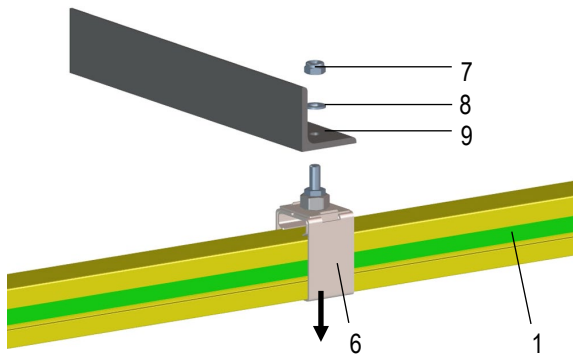

Abb. 55: ProfiDAT®-Profil demontieren
- Einen Schienenverbinder PE (10) auf das Aluprofil aufschieben und an der Markierung ausrichten.
- Den Schienenverbinder PE (10) mit den Gewindestiften (3) M6 (8 Nm) fixieren.
- Die vier seitlichen Flanschschrauben (2) M6 (10 Nm) am Verbinder anziehen.
- Die Schienenhalter (6) wieder auf das ProfiDAT®-Profil (1) aufschieben.
- Das ProfiDAT®-Profil (1) mit den Schienenhaltern (6) von unten in die Haltekonstruktion (9) einstecken und die Schienenhalter mit Mutter (7) und Scheibe (8) fixieren (siehe Abb. 55).